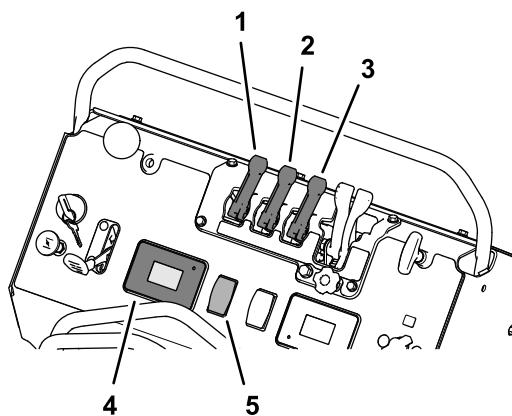

Figura 51
8. Ponga el interruptor de la bomba de fumigación en la posición de ACTIVADO (Figura 51).